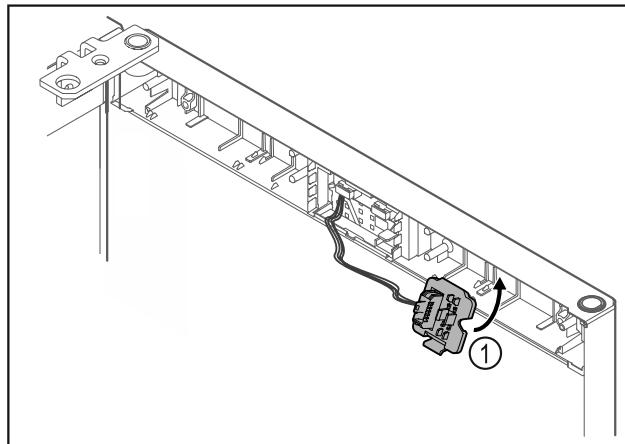

Fig. 18
- Uglavite držač utikača Fig. 18 (1) na suprotnu stranu.